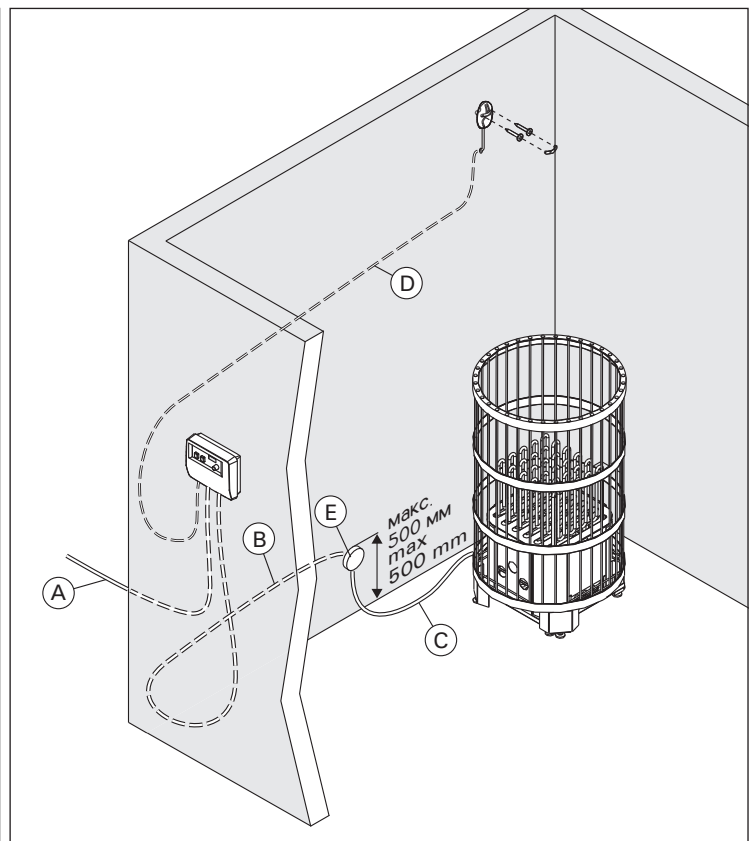

Рис. 4. Кабели
| шир./laius 600 mmглуб./sügavus 600 mmвыс./kõrgus 1020 mmвес/mass 35 kgкамни/kivide kogus 260 kg | кВт kW           | См. пункт 2.3. Vt. 2.3. |                    | ML/МК/ММJРис. 4: АJoonis 4: А | ML/МК/ММJРис. 4: ВJoonis 4: В | HO7RN-FРис. 4: СJoonis 4: С | SSJРис. 4: DJoonis 4: D |          |               |
- Каменка **полустационарно** подсоединяется к соединительной коробке (рис. 4: E) в стене сауны. Соединительная коробка должна быть брызгозащищенной и находиться на расстоянии не более 500 мм от пола.
- В качестве кабеля (рис. 4: C) следует использовать резиновый кабель типа HO7RN-F или подобный. **ВНИМАНИЕ! Использование изолированного ПВХ кабеля запрещено вследствие его разрушения под воздействием тепла.**